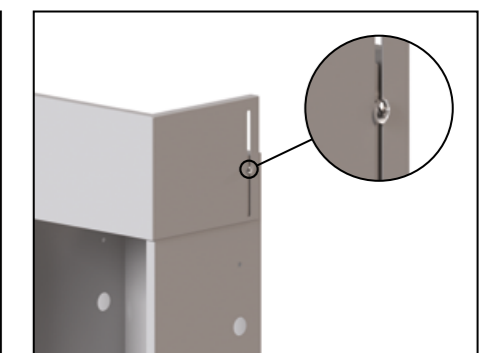

Рис. 83
- 4.3. Поднять Компенсатор [6] вверх до соприкосновения с поверхностью потолка и затянуть винты М6×16 по бокам компенсатора (рис. 83).